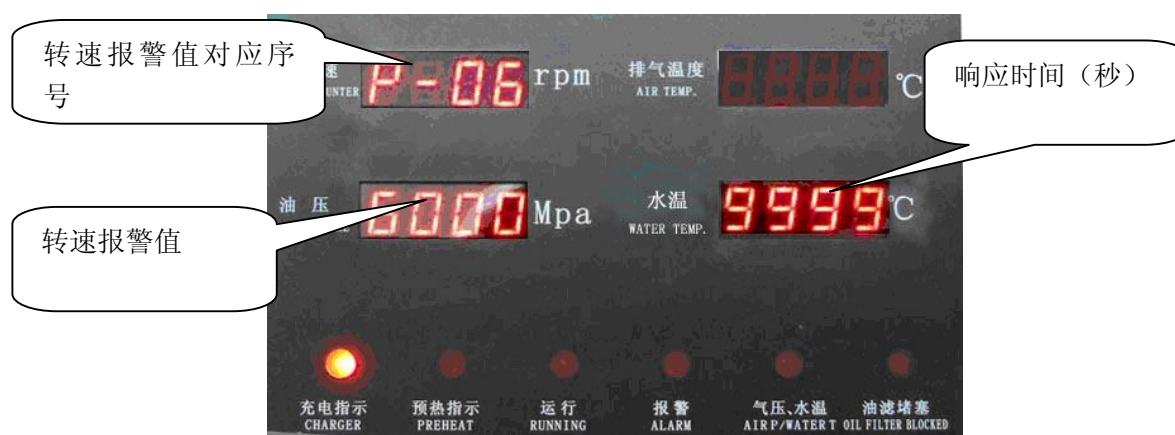

图 5.1.1
- 密码正确，进入参数查询状态。依次按“修改/计时”按钮，下翻到序号为 P-06 的界面（如下图 5.1.1 所示）（P-06：转速报警），按移位键，进入修改设定模式（数码管闪烁），转速报警参数对应数据的第一位数据开始闪烁，按“修改/计时”按钮修改闪烁数据，再按“移位”键，移动闪烁位，修改下一位数字。其余数字修改方法同上。